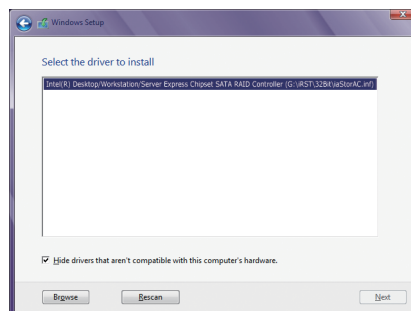

Figure 1
Lorsqu'un écran tel que celui illustré en Figure 1 apparaît, sélectionnez **Intel(R) Desktop/Workstation/Server Express Chipset SATA RAID Controller** puis cliquez sur **Next** afin de charger le pilote et de poursuivre l'installation du système d'exploitation.